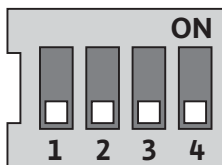

Fig. 33: Interruptor DIP
Os interruptores DIP (Fig. 14, pos. 6/Fig. 33) encontram-se sob a cobertura da caixa.